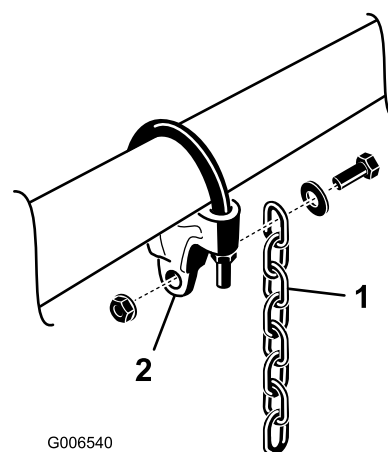

図 7
- 各チェーン・ブラケットに、昇降チェーンを取り付ける。各ブラケットにネジ、ワッシャ、ナット7各個を使用し、図 7のように取り付ける。